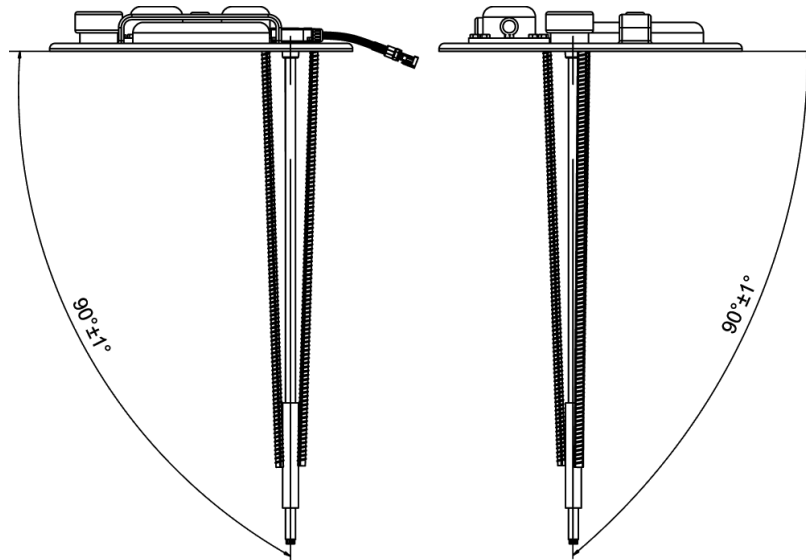
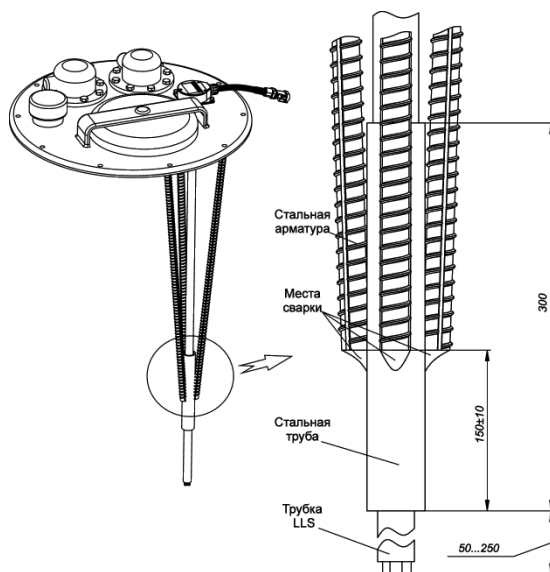
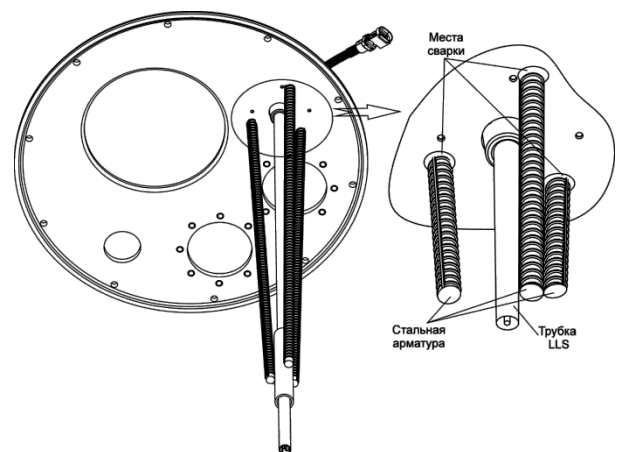

Рисунок 61
Рисунок 62
Рисунок 63
4. Произвести сварочные работы согласно рисункам (Рисунок 62, Рисунок 63), выдерживая угловые размеры, указанные на рисунке (Рисунок 61).